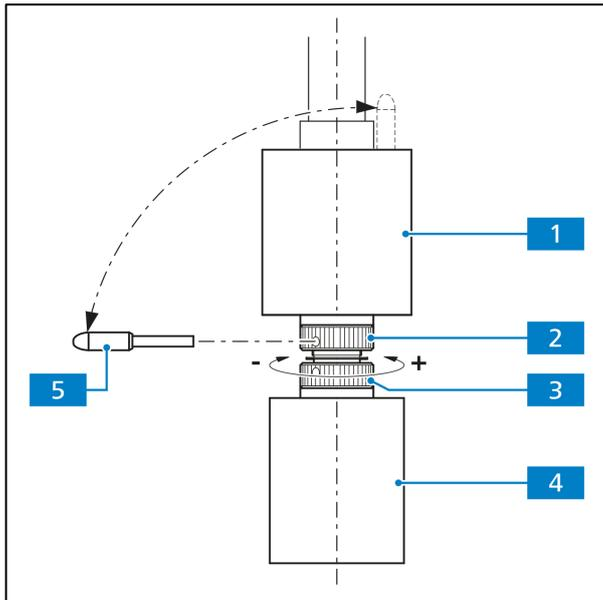

Abb. 3-9 Friktionseinstellung
Die Länge des X- bzw. Y-Triebes kann durch axiales Verschieben des jeweiligen koaxialen Rändelknopfes (Abb. 3-9/4 bzw. 1) innerhalb eines Bereiches von ca. 15 mm verändert werden.
- Koaxialen Rändelknopf für X-Verstellung (Abb. 3-9/4) ganz nach unten schieben.
- Mitgelieferten Justierstift (Abb. 3-9/5) dem koaxialen Rändelknopf für die Y-Verstellung (Abb. 3-9/1) entnehmen und in eine der Bohrungen der unteren Lochmutter (Abb. 3-9/3) einstecken.
- Koaxialen Rändelknopf für X-Verstellung (Abb. 3-9/4) festhalten und Lochmutter mit Justierstift im Uhrzeigersinn (kleineres Friktionsmoment: -) oder gegen Uhrzeigersinn (größeres Friktionsmoment: +) verstellen, bis gewünschte Gängigkeit erreicht ist (siehe Abb. 3-9).
- Koaxialen Rändelknopf für Y-Verstellung (Abb. 3-9/1) ganz nach oben schieben.
- Mitgelieferten Justierstift (Abb. 3-9/5) in Bohrung der oberen Lochmutter (Abb. 3-9/2) stecken.
- Koaxialen Rändelknopf für Y-Verstellung (Abb. 3-9/1) festhalten und Lochmutter mit Justierstift im Uhrzeigersinn (kleineres Friktionsmoment: -) oder gegen Uhrzeigersinn (größeres Friktionsmoment: +) verstellen, bis gewünschte Gängigkeit erreicht ist.
- Justierstift wieder in koaxialen Rändelknopf für die Y-Verstellung (Abb. 3-9/1) einstecken.